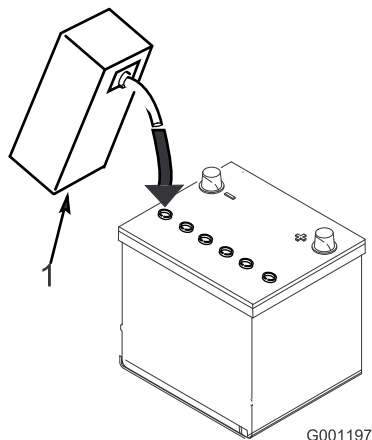

Figura 22
2. Riempite con cautela ciascun elemento finché il livello dell'elettrolito non copre le piastre con 6 mm circa di fluido (Figura 22).
3. Attendete circa 20 o 30 minuti per permettere alle piastre di essere immerse nell'elettrolito. All'occorrenza rabboccate finché l'elettrolito non è a 6 mm circa dalla base della tazza di riempimento (Figura 22).